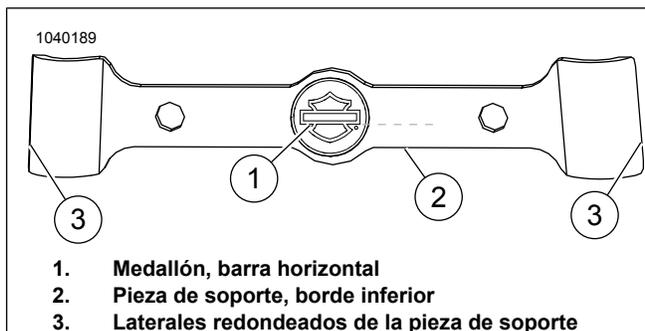

Figura 3. Alineación del medallón
- *Figura 3 Los laterales de la pieza de soporte (3) no son simétricos. El ancho en la parte superior es más estrecho que el ancho en la parte inferior.*
- *Figura 3 Alinee la barra horizontal del medallón (1) con el borde inferior (2) de la pieza de soporte. Estas dos deben estar paralelas.*
3. Figura 3 Quite el respaldo adhesivo de los lados izquierdo y derecho de la pieza de soporte (3).